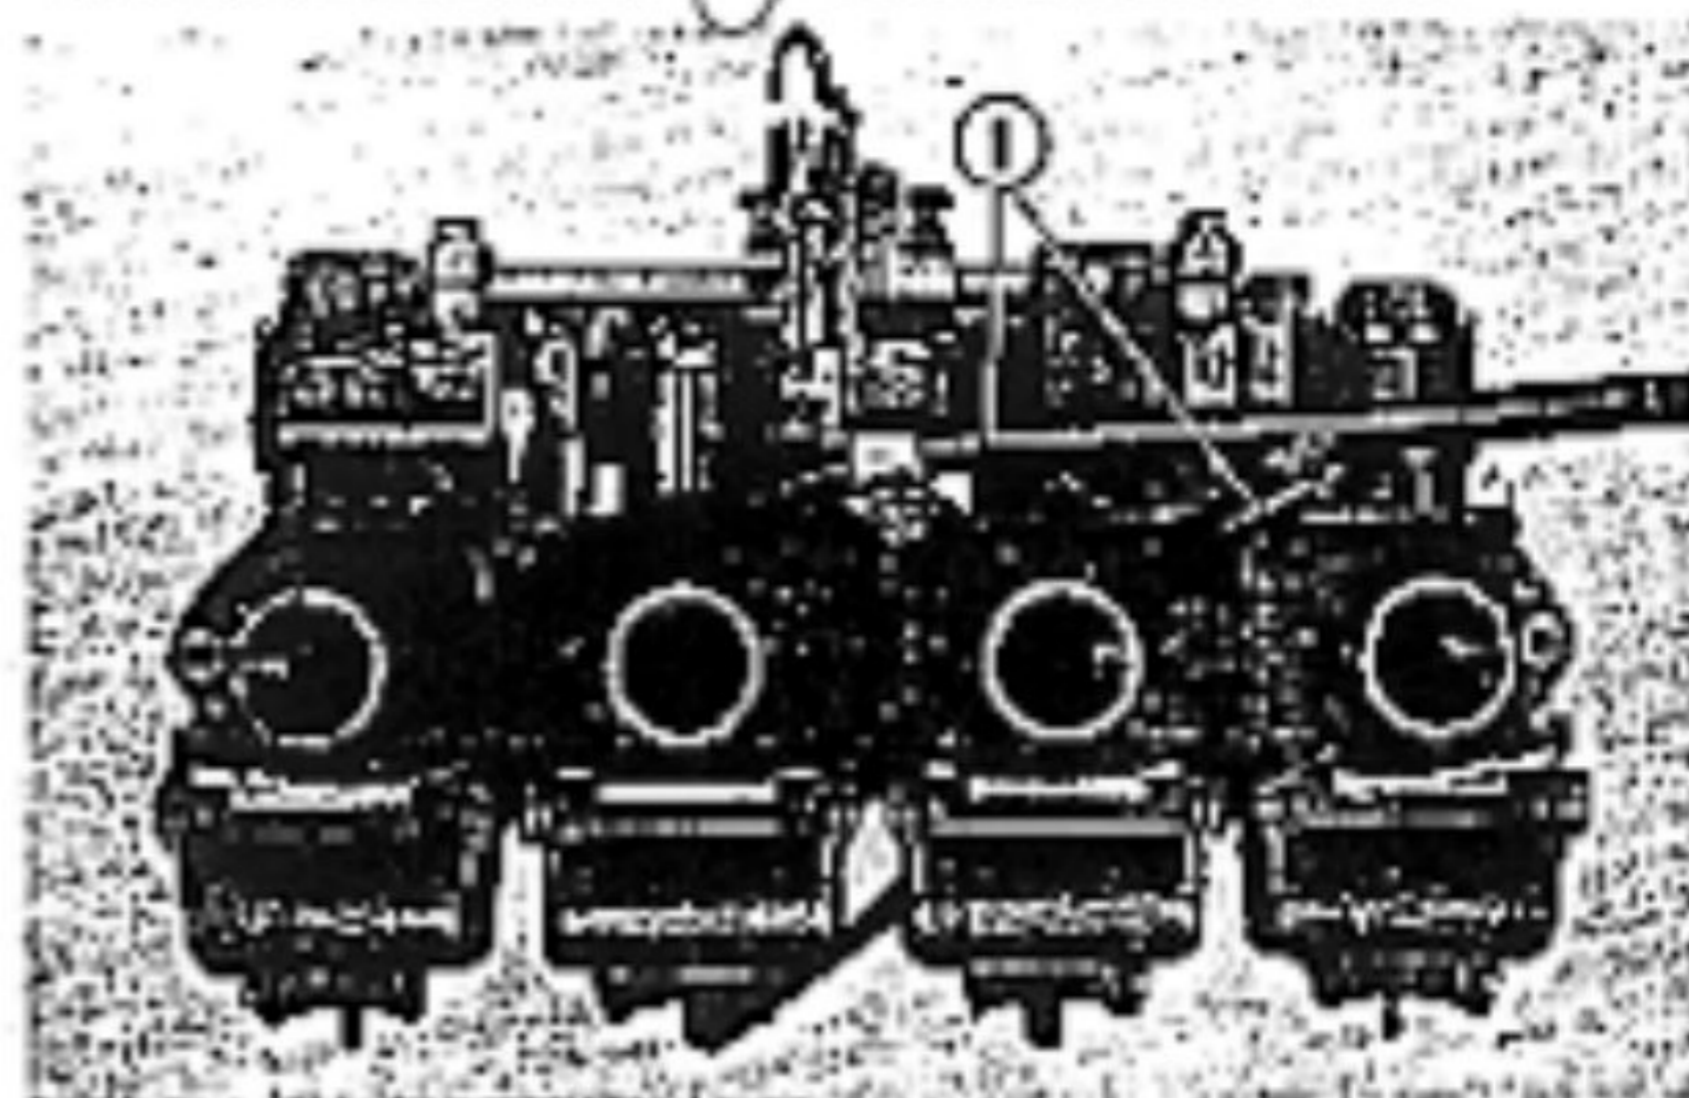

Fig. 3-120 ① Cavetti del carburatore.
② Valvola dello starter.
3. Installare e fissare i due cavetti del carburatore come indicato in fig. 3-120.